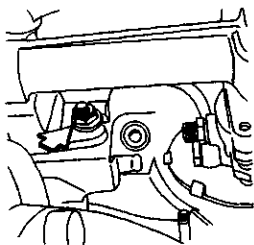

图 3-209 拆下后横板上固
- 6) 拆下后横板上固定转向器的自锁螺母（左侧），如图 3-209 所示。